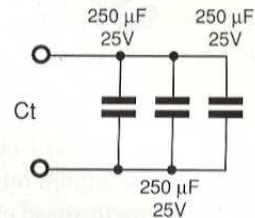

FIGURA 6
7. La capacità totale del circuito di Figura 6 è di: